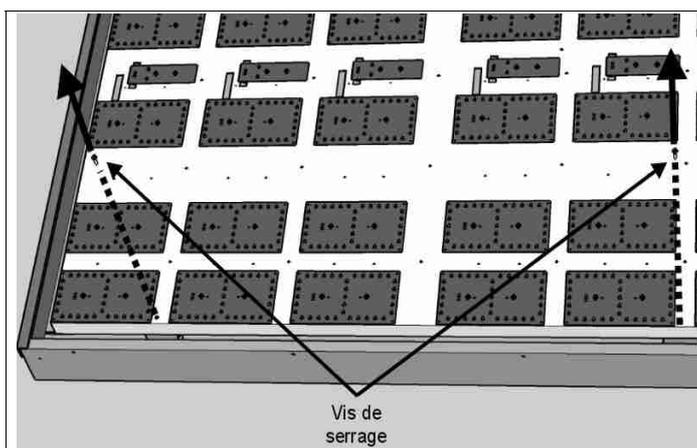

Fig. 14: Vis du support des cartes à LED
4. Dévissez les deux vis de fixation du support métallique des cartes à LED (Fig. 14), placées sur le côté droit de celui-ci, avec un tournevis cruciforme.